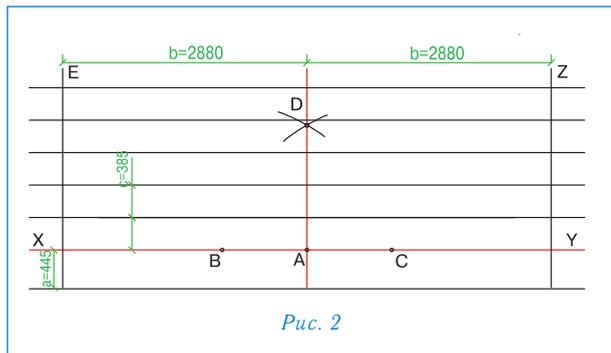
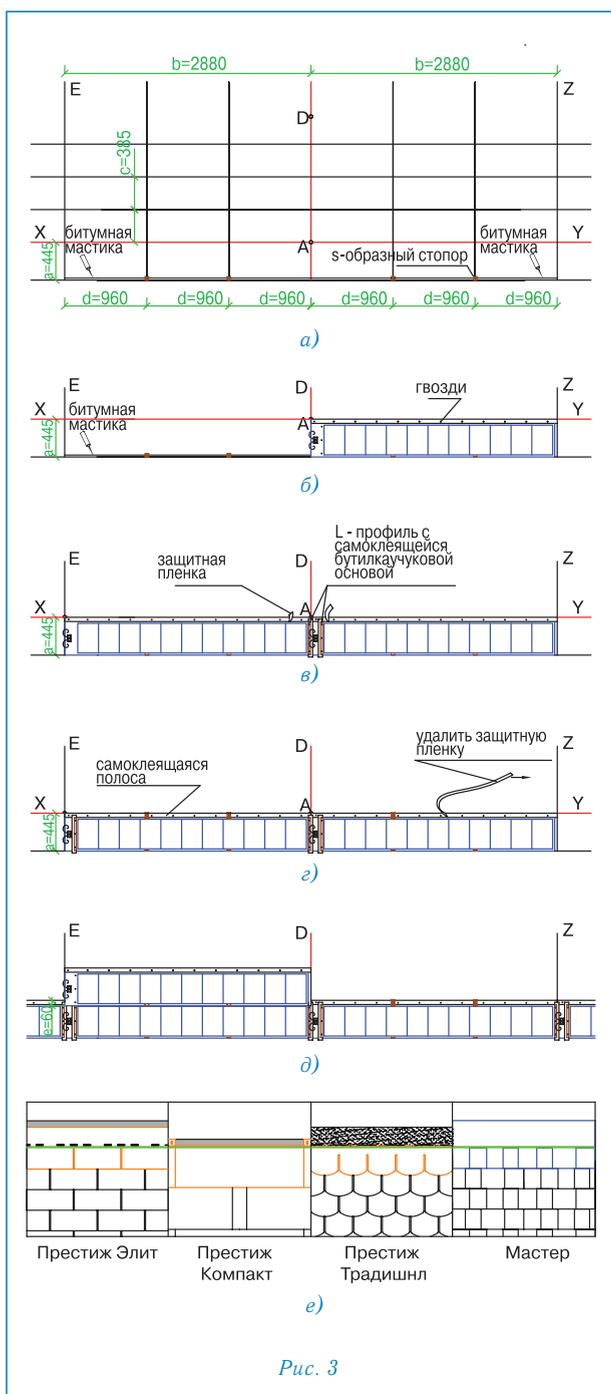

Рис. 2
Рис. 3
Разметка крыши (рис. 2)
Укладка ТЕГОСОЛАР (рис. 3)
- Вдоль линии карниза установите кляммеры-стопоры с шагом 96 см согласно разметке (рис. 3а);
- далее в кляммеры-стопоры аккуратно вставьте панели ТЕГОСОЛАР и зафиксируйте их по нижнему краю битумной мастикой, по верхнему – 12 гвоздями с шагом 25 см через специально отведенные отверстия (рис. 3б);
- далее для обеспечения герметичности соединения панелей установите L-профиль, имеющий самоклеящуюся бутилкаучуковую основу (рис. 3в); L-профиль закрепите гвоздями через предусмотренные в нем отверстия;
- перед укладкой второго ряда черепицы ТЕГОСОЛАР снимите защитную пленку с верхней части уложенной черепицы первого ряда (рис. 3г);
- по верхнему краю уже уложенного первого ряда панелей ТЕГОСОЛАР установите кляммеры-стопоры с шагом 96 см согласно разметке (рис. 3г) и закрепите гвоздями через специально предусмотренные в них отверстия;
- следующую панель ТЕГОСОЛАР аккуратно вставьте в кляммеры-стопоры таким образом, чтобы нахлест на ранее установленные панели первого ряда составлял 6 см и она частично перекрывала уже установленные L-профили (рис. 3д);
- зафиксируйте ТЕГОСОЛАР при помощи гвоздей (12 шт.) с шагом 25 см (рис. 3б);
Внимание: в случае, когда панели ТЕГОСОЛАР начинают монтировать не от карниза, особое внимание следует уделить местам нахлеста панелей на поверхность основной черепицы ТЕГОЛА. Гвозди, которыми была закреплена основная черепица, должны быть закрыты, поэтому укладка панелей ТЕГОСОЛАР в этом случае начинается ниже линии крепления черепицы. Уровень этой линии для некоторых моделей черепицы ТЕГОЛА приведен на рис. 3е. Далее разметку и укладку панелей ТЕГОСОЛАР следует выполнять согласно рис. 2 и рис. 3.